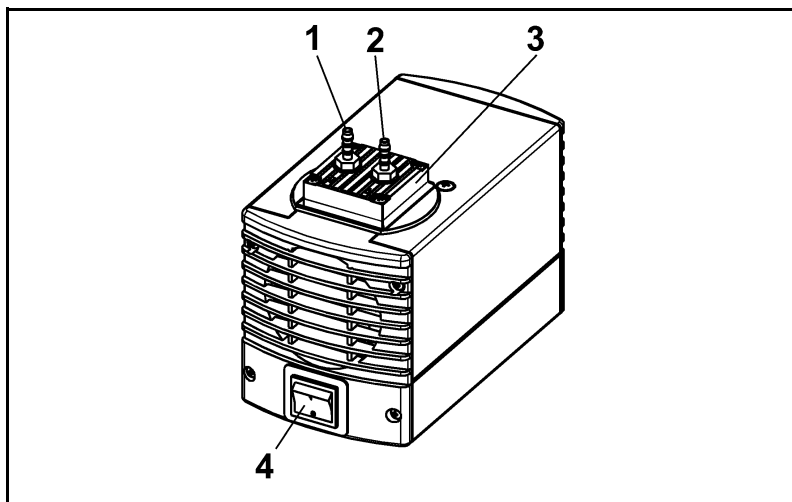

Fig. 2
- Mettre la pompe en marche avec l'interrupteur (voir fig. 2 et 3, en fonction du type de pompe).
- Arrêter la pompe avec l'interrupteur (voir fig. 2 et 3, en fonction du type de pompe).